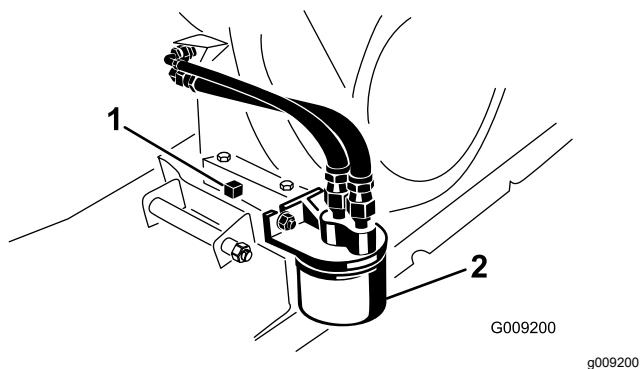

Figure 33
- Placez un bac de vidange sous le bouchon de vidange (Figure 33).
- Enlevez le bouchon de vidange et le joint (Figure 33).
- Retirez le filtre à huile existant (Figure 33).
- Vissez le filtre neuf sur l'adaptateur jusqu'à ce que le joint touche la plaque de montage, puis serrez-le encore de 1/2 à 3/4 de tour (Figure 33).